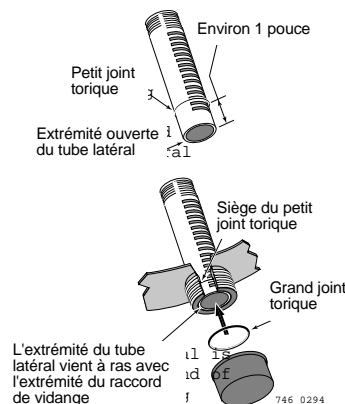

Figure 12 : Raccord de vidange. Ce raccord permet de vidanger l'eau sans que du sable s'échappe du réservoir de filtration.
3. Vider tout le réservoir de filtration, puis reposer le bouchon de vidange (voir la Figure 12).
1. Repose: Voir la Figure 12.
- A. Déposer le bouchon de vidange et le tube latéral à fentes (voir la Figure 12). Le sable et l'eau se videront du réservoir.
3. Déposer la goupille d'immobilisation (Réf. 1, Figure 12) pour désolidariser la poignée de la vanne. Si la goupille ne peut pas être enlevée à la main, utiliser un marteau et un pointeau et la chasser en tapant légèrement dessus.